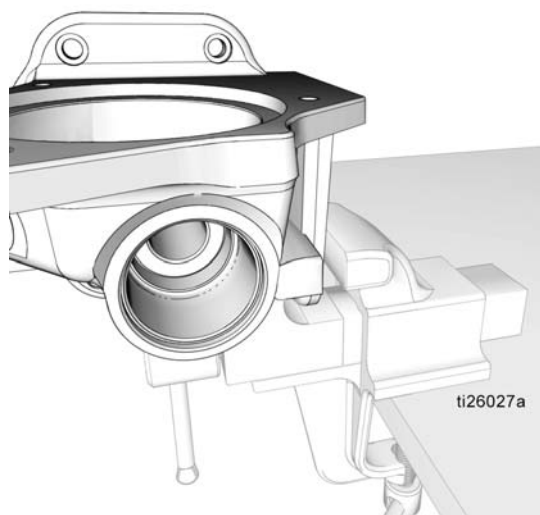

Рис. 40
4. Измените положение основания насоса (1) в тисках, как показано на Рис. 40.